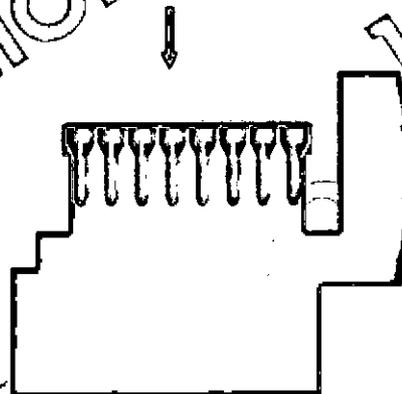

Figura 5-4: Inserción de la tarjeta en el portatarjetas
- (4) Una vez colocada la tarjeta DG Gel, tal y como indica la Figura 5-4, empuje el portatarjetas hacia el interior del lector *DG Reader*, en la dirección de la flecha, hasta que haga tope y suéltelo suavemente hasta que quede bloqueado dentro del lector *DG Reader*.